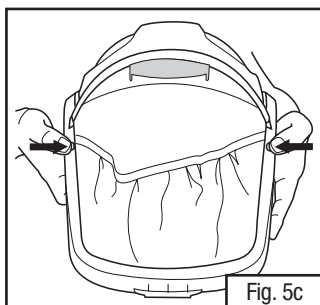

Fig. 5c
- Empurre os botões fechados da borda do visor para travar o visor no seu lugar. Os botões devem fazer um “click” audível quando completamente assentados na borda (Fig. 5c). Certifique-se de que os botões do visor se encontram firmemente fixados e **rentes** à borda do visor (Fig. 5d). Se os botões não estiverem assentados rentes à borda, verifique se o mesmo foi corretamente montado. Remova e reinsira.